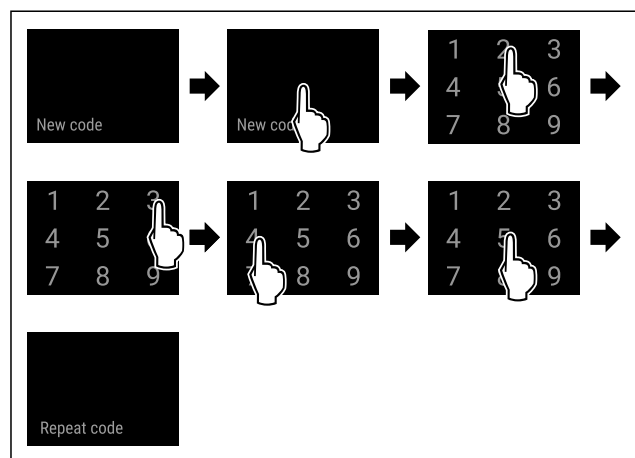

Fig. 92
- ▶ Efectuați pașii de acțiune (vezi Fig. 92) .